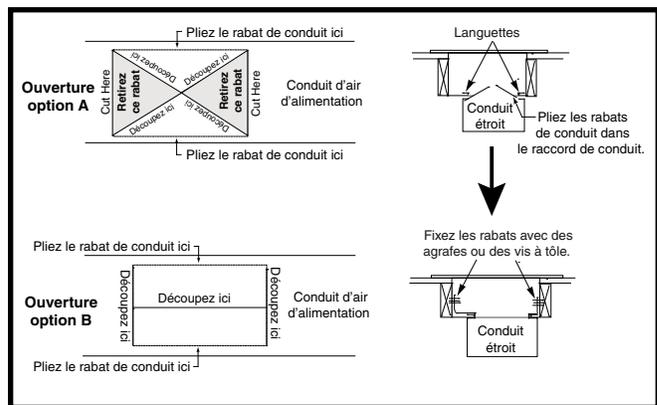

Figure 12. Conduits d'air étroits – Option 1
1. Choisissez l'option A ou l'option B à la Figure 12 et découpez le dessus du conduit d'air d'alimentation. Retirez les rabats métalliques du conduit (zone ombragée) si vous choisissez l'option A.
5. Ramenez les rabats vers le haut contre le côté du raccord de conduit en les serrant le plus possible. Voyez la Figure 12.